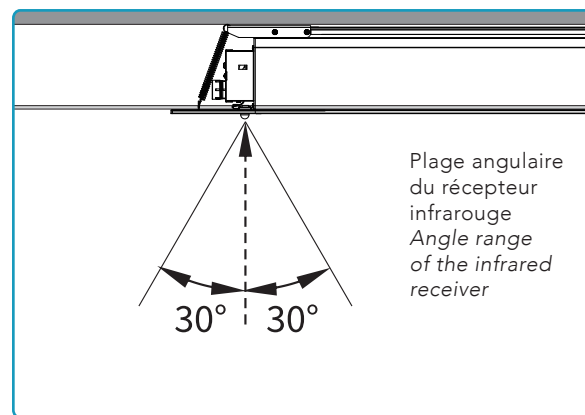

Figure 12
3. Angle de réception :  $\pm 30^\circ$  par rapport à l'axe du récepteur (figures 12 et 13).